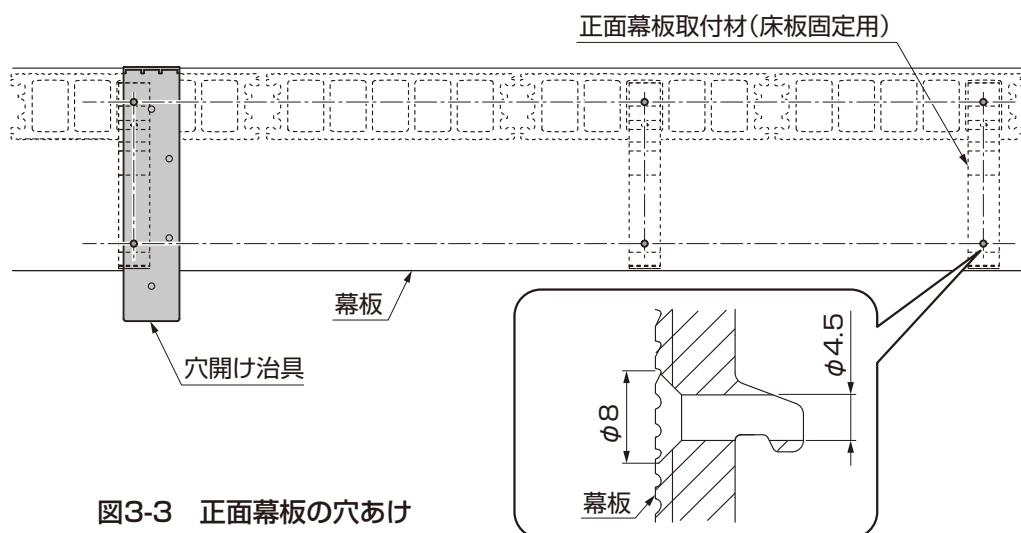
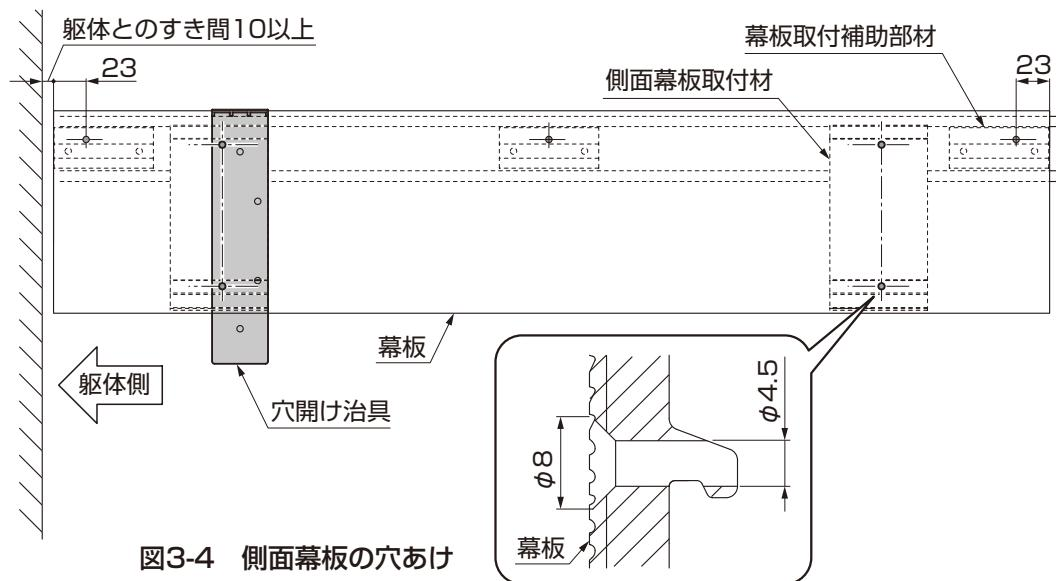
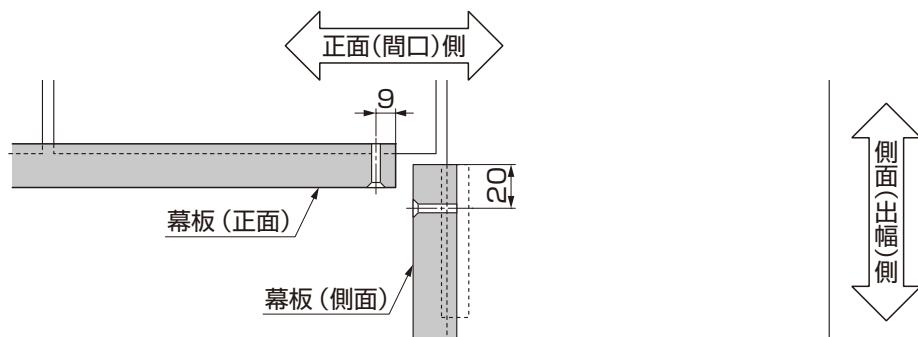

図3-3 正面幕板の穴あけ
図3-4 側面幕板の穴あけ
図3-5 幕板の穴あけ(入隅コーナー部)
- 床板のホロ一部の1つ目を切断する場合は、リブからの持ち出しが20mm以上の場にインナー材を使用してください。(図3-5参照)
②床板の床板縦切りインナー材を固定する位置にΦ4.5下穴とΦ9サラ取りをしてください。(図3-4参照)
③床板縦切りインナー材を床板に【15-1】で固定してください。
④床板を大引に【14-1】で取付けてください。
①幕板に穴開け治具を使用して、φ4.5の穴とφ8サラ取り加工をしてください。(図3-3、図3-4、図3-5参照)